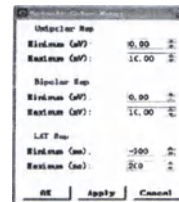

Рис. 8-3 Диалоговое окно цветовой шкалы по умолчанию
1) Нажать на кнопку [Default Color Scale] (Цветовая шкала по умолчанию) на панели инструментов и всплывет диалоговое окно с указанием цветовой шкалы по умолчанию (Рис. 8-3).